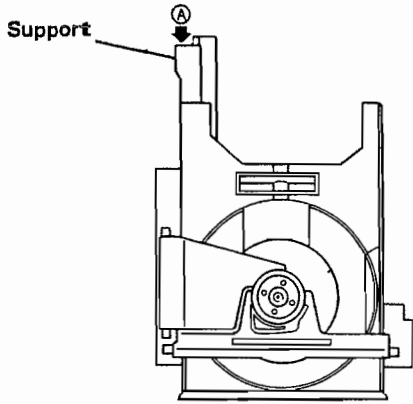
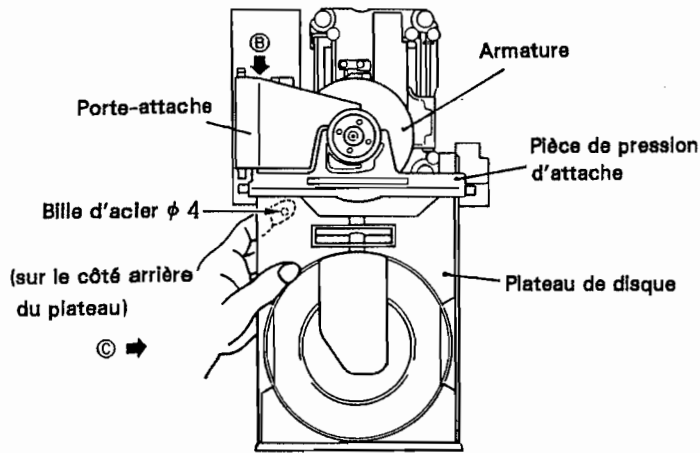
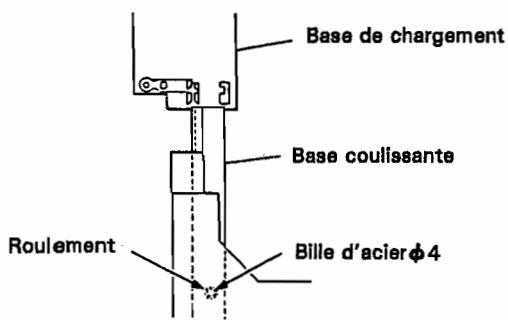
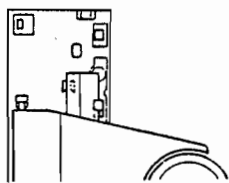

Figure 7-3
Figure 7-4
Figure 7-13
Figure 7-14
<p>Les réglages suivants doivent être effectués après avoir retiré le plateau de disque.</p> <ul style="list-style-type: none"> • Retrait du plateau de disque <p>1. Tout en appuyant sur le bord arrière (A) du support dans la figure 7-3, retirer le plateau de disque (*1) jusqu'à ce qu'il s'arrête (cette position d'arrêt est indiquée dans la figure 7-4).</p> <p>(*1) Une pression sur le bord arrière (A) du support permet de relâcher en premier l'attache du disque. Pour tirer le plateau de disque, continuer à appuyer après le relâchement.</p> <p>2. Tout en relevant de la main droite la partie (B) du porte-attache dans la figure 7-4, tenir le plateau et tirer la partie (C) de la main gauche. Prendre garde à ne pas laisser tomber la bille d'acier ϕ 4 (maintenir la bille avec l'index gauche).</p>
<p>Remonter le plateau du disque selon la procédure suivante après avoir terminé les réglages.</p> <ol style="list-style-type: none"> 1. Retirer le disque, puis l'entretoise. 2. Tout en relevant de la main droite la partie (B) du porte-attache dans la figure 7-4, tenir la partie (C) du plateau de la main gauche (tenir la bille d'acier Ø4 avec l'index gauche pour ne pas laisser tomber la bille), insérer le plateau tout en mettant la base coulissante dans la partie en plastique de la base de chargement, de la manière indiquée dans la figure 7-13. (Prendre soin à ne pas endommager le panneau avant lorsque son côté avant entre en contact avec le roulement de la base coulissante dans la section de la bille d'acier Ø4.) 3. Insérer la base coulissante dans les deux parties en plastique à l'arrière de la base de chargement (figure 7-14) 4. Insérer à fond le plateau.